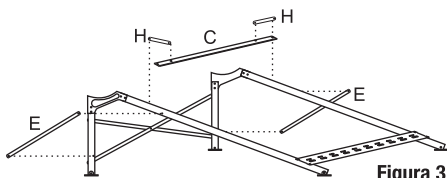

Figura 3
- 3) Atornille las partes de soporte sobrantes como corresponde **Figura 3**.